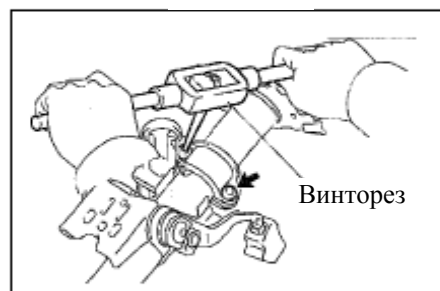

Рис. 236
- (1) С помощью керна сделайте отметки на 2 болтах с коническими головками.
- (2) Высверлите отверстия 3-4 мм в диаметре в болтах с коническими головками .
- (3) Вывертышами извлеките болты(рис. 236) и отсоедините держатель замка зажигания